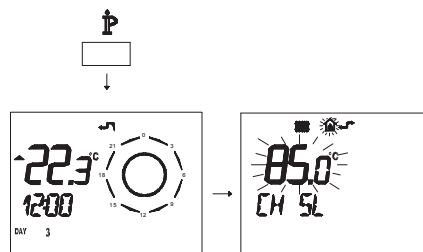

Figura 5.41
L'andamento della temperatura al variare dell'impostazione fatta con i tasti 15 e 16 per un  $K 1,5$  è illustrato nella Figura 5.41.
- Premere per più di 3 secondi il pulsante  $\text{P}$  per entrare in modalità **INFO** (Figura 5.41).